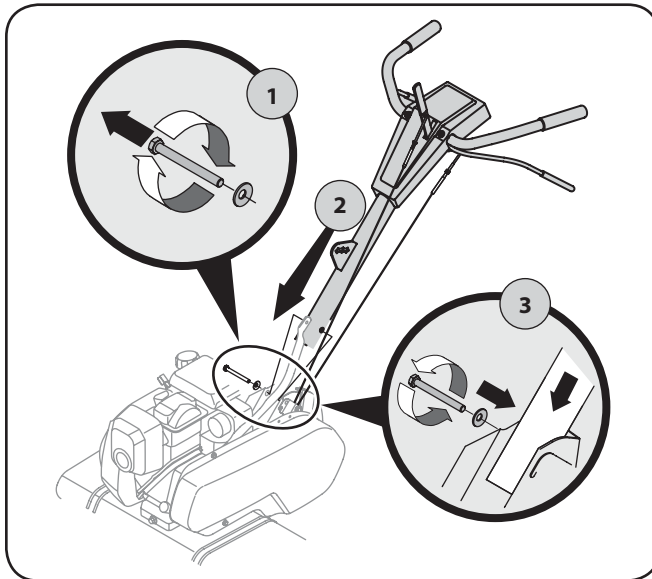

Fig. 3-3
4. Enlevez le boulon hex. et la rondelle creuse qui se trouvent sur le côté supérieur droit des moitiés du châssis. Le support de guidage du câble, placé sur le côté gauche du châssis, tombe quand le boulon est enlevé. (Étape 1 sur la Fig. 3-3).
5. Faites passer le guidon entre les deux moitiés du châssis. Étape 2 sur la Fig. 3-3.
6. enfoncez le boulon hex., qui vient d'être enlevé, dans les moitiés du châssis, dans le guidon et dans le support de guidage du câble (l'encoche du support de guidage du câble doit passer par-dessus le rebord du châssis). Étape 3 sur la Fig. 3-3.